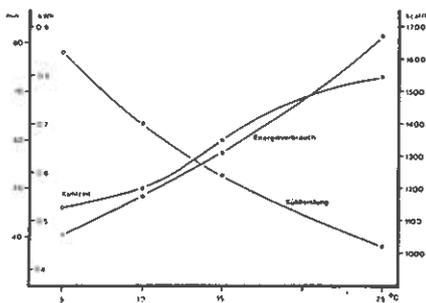

Abb. 24 Einfluss der Umgebungstemperatur auf die Kühlleistung und den Energieverbrauch
- steigende Umgebungstemperaturen (falsche Aufstellung der Anlage und schlechte Lüftung, siehe Abb. 24)